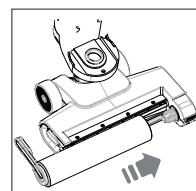

Fig. 16 – Insérer le rouleau en microfibres
- ▶ Placez le rouleau en microfibres en commençant par le côté droit sur le porte-rouleau. Tournez la languette de verrouillage de manière à ce qu'elle s'enclenche dans l'évidement du pied de nettoyage (**voir Fig. 16**).